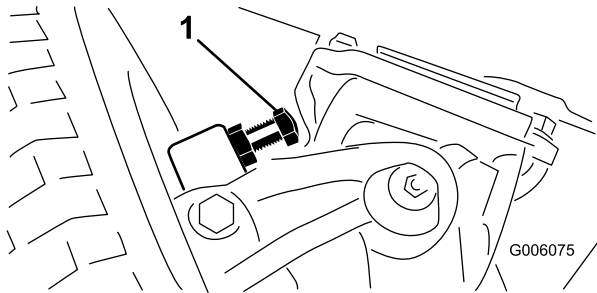

Figura 59
1. Enrosque o desenrosque los pernos hasta obtener el espacio de 2,3 mm (Figura 59).